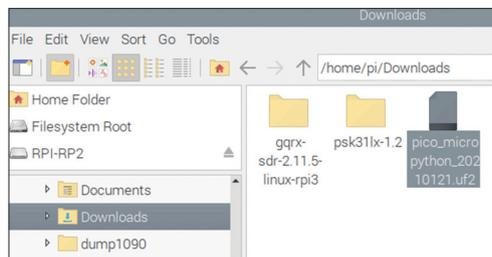

Bild 2.5: Suchen der Datei mit der Erweiterung: **.uf2**.
- Öffnen Sie den Ordner **Downloads** (unter **/home/pi**) und suchen Sie die Datei mit der Endung: **.uf2**. Diese Datei hat einen ähnlichen Namen wie: **micropython-20-Jan-2021.uf2** (Bild 2.5).
- Ziehen Sie diese Datei auf den Wechseldatenträger **RPI-RP2** des Pico (oben links auf dem Bildschirm - siehe Bild 2.5).